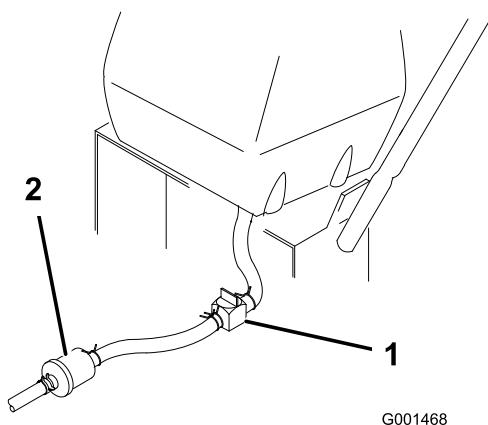

Figura 32
- Cierre la válvula de cierre de combustible del depósito de combustible (Figura 32).
- Apriete los extremos de la abrazadera y deslícela por el tubo alejándola del filtro (Figura 32).
- Retire el tubo de combustible del filtro (Figura 32). Abra la válvula de cierre del combustible y deje que la gasolina se drene en un recipiente.
3. Cierre la válvula de cierre de combustible del depósito de combustible (Figura 32).
7. Abra la válvula de cierre de combustible del depósito de combustible (Figura 32).